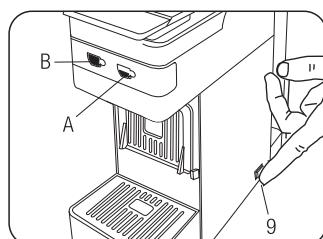

Abb.4
- Schalten Sie das Gerät über den Hauptschalter (9) ein. (**Abb. 4**)
- Die Tasten (A) und (B) beginnen zu blinken. Nach etwa 1 Minute leuchten sie ununterbrochen und die Maschine ist betriebsbereit. (**Abb.4**).